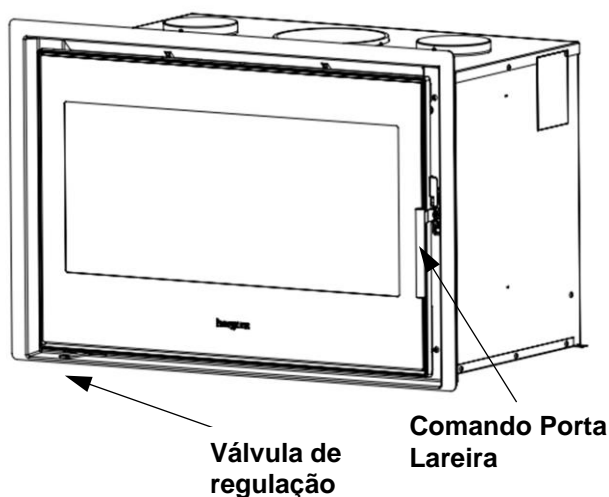

FIG. 1
1. Retirar os dois parafusos que fixam a parte frontal da bandeja suporte do ventilador (Fig. 1).